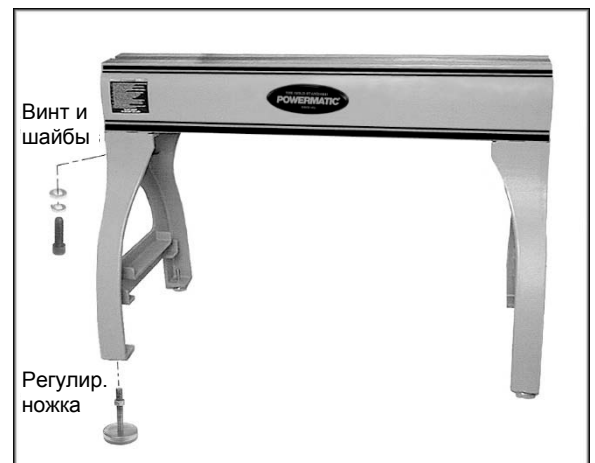

Рисунок 1
4. Установите опоры, используя восемь винтов, стопорные шайбы и плоские шайбы (рисунок 1). Плотнo затяните винты с помощью 8 мм шестигранного ключа.
5. Закрутите регулируемые ножки в отверстия опор (Рис. 1). Затяните гайки вплотную к опорам с помощью 14 мм гаечного ключа. Ножки можно отрегулировать позднее.